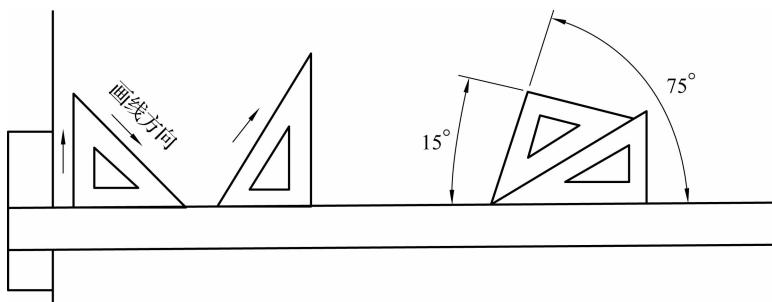

图 1-1-2 三角板的使用
(3) 三角板。三角板有 45° 和 $30^\circ/60^\circ$ 两种。三角板与丁字尺配合使用可画垂直线和与水平线成 30° 、 45° 、 60° 以及 15° 倍数角的各种倾斜线，如图 1-1-2 所示。